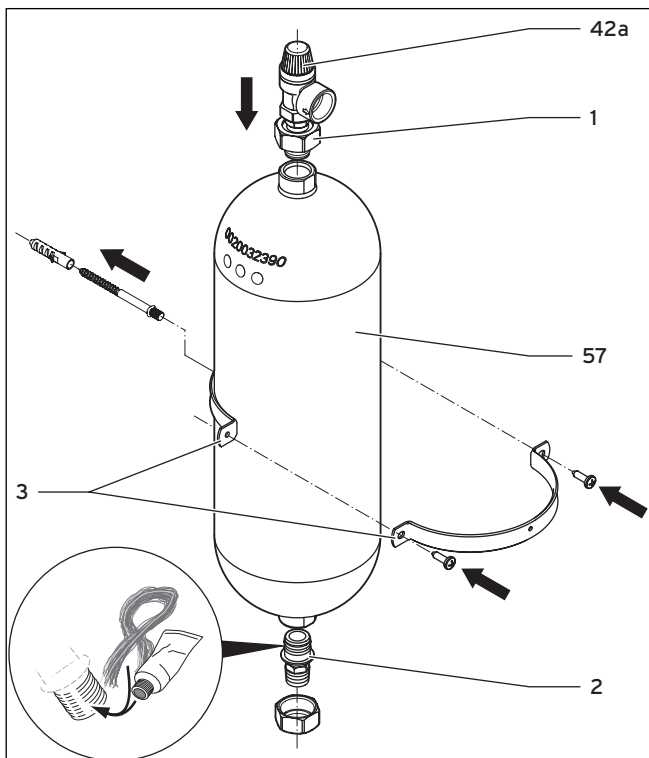

Abb. 5.8 Sole-Ausgleichsbehälter montieren
- Dichten Sie das Außengewinde des oberen Anschlussstücks (1) mit einer Dichtmasse ab, die trocken abdichtet, z. B. Teflonband.
- Montieren Sie das obere Anschlussstück mit Sicherheitsventil an den Sole-Ausgleichsbehälter (→ Abb. 5.8, Pos. 57).